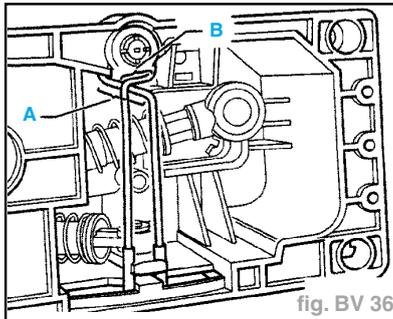

fig. BV 36
- les deux branches doivent être passées le long de l'équerre de sélection (B) pour être placées dans les creux (flèches) du boîtier de commande de vitesses,
- puis tourner le ressort vers la gauche (sens de la flèche), de manière que la zone (A) soit dirigée vers le boîtier de commande des vitesses.
- le plus grand coude (A) du ressort se trouve sous le plus petit coude (B) (fig. BV 36).